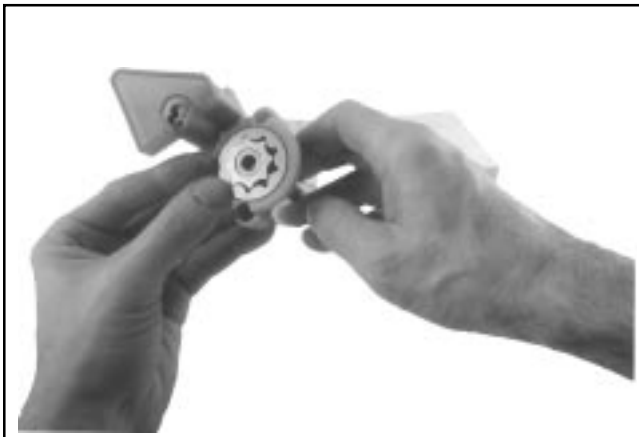

Figure 10-7. Engrenages Gerotor installés dans la pompe à huile.
3. Graisser légèrement les engrenages du Gerotor et l'installer dans la pompe à huile avec le téton d'entraînement court dans la fente de l'engrenage intérieur. Voir la Figure 10-7.